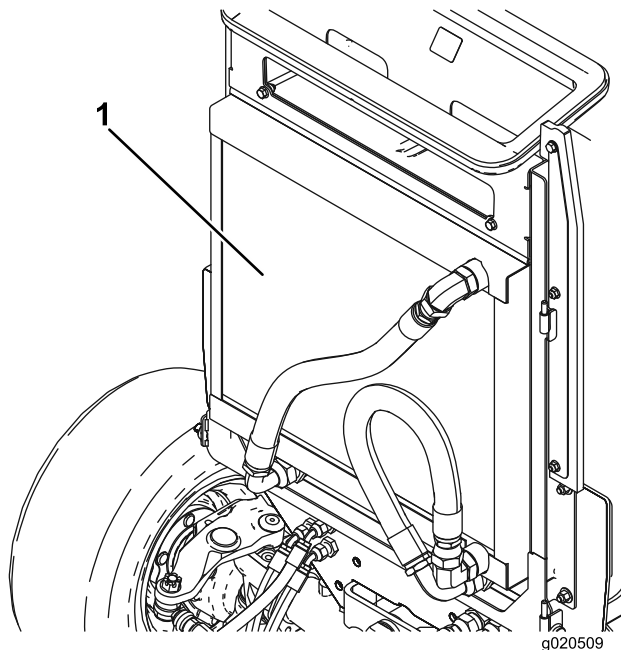

Figura 92
3. Limpie a fondo ambos lados del enfriador de aceite y del radiador con aire comprimido (Figura 92).